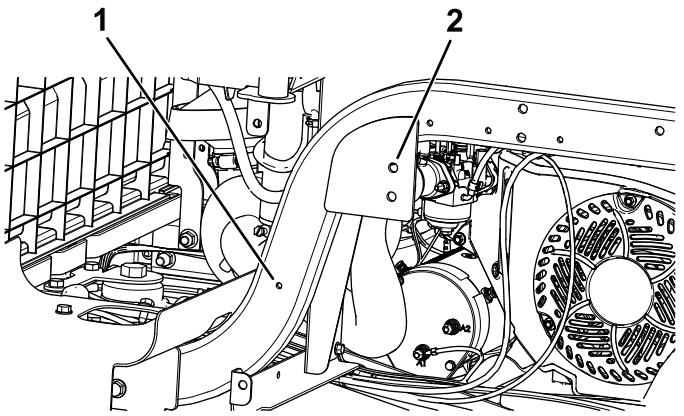

Рисунок 13
3. Разметьте расположение отверстий на кронштейне ROPS (Рисунок 13).
1. Совместите кронштейн ROPS с 2 отверстиями позади основания сиденья и отверстием впереди балки рамы, как показано на Рисунок 13.